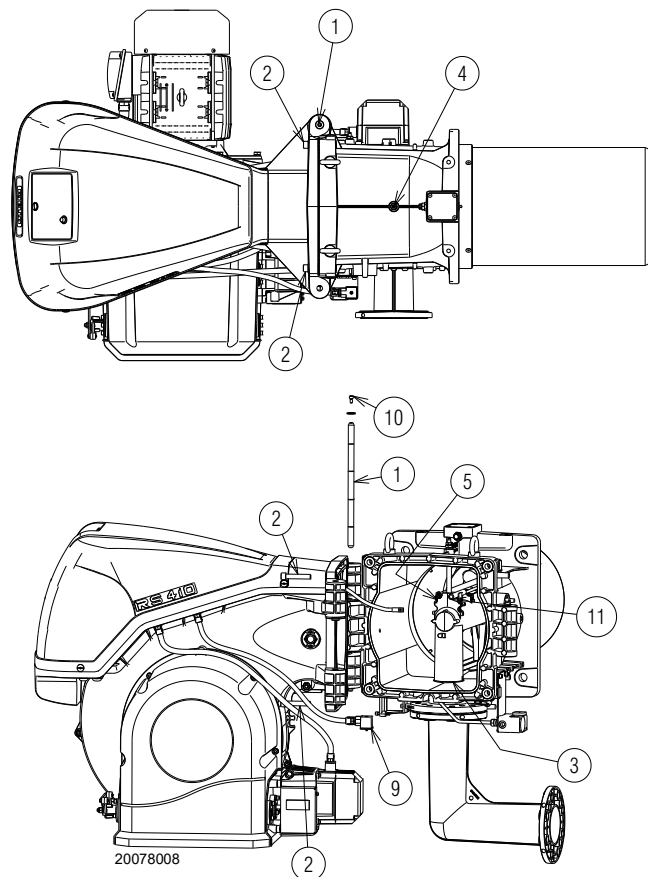

Abb. 15
Werkseitig wird der Brenner mit Linksöffnung eingestellt, der Stift 1) (Abb. 15) bleibt daher an seinem Platz.
- A** Trennen Sie den Stecker/die Steckdose 9) (Abb. 15) des Maximal-Gasdruckwächters;
- D** Öffnen Sie den Brenner komplett wie aus Abb. 15 ersichtlich;
Für die Rechtsöffnung des Brenners müssen Sie vor dem Entfernen des Stifts 1) (Abb. 15) prüfen, ob die 4 Schrauben 2) gut festgezogen sind. Schieben Sie dann den Stift 1) auf die gegenüberliegende Seite, nur so ist es möglich die Schrauben 2) zu entfernen. Trennen Sie den Anschluss 9) (Abb. 15) des Maximal-Gasdruckwächters und gehen Sie dann wie unter Punkt **C**) beschrieben vor.